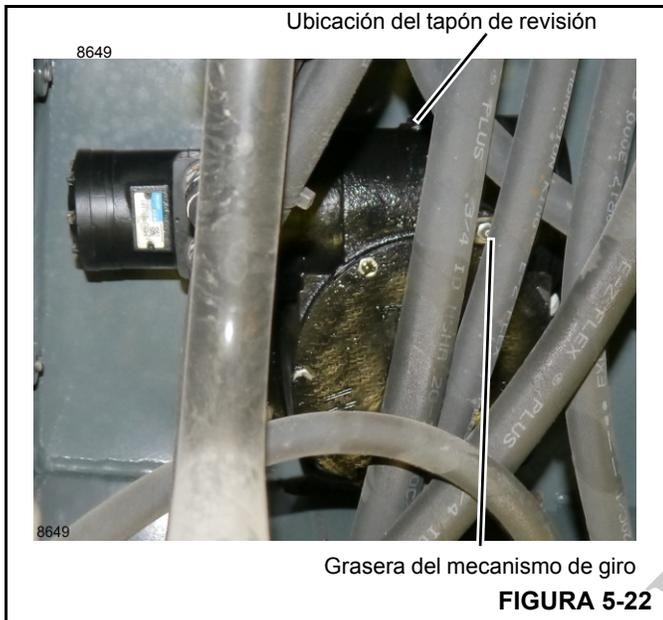

FIGURA 5-22
2. Limpie la graseira y el tapón de revisión (Figura 5-22).